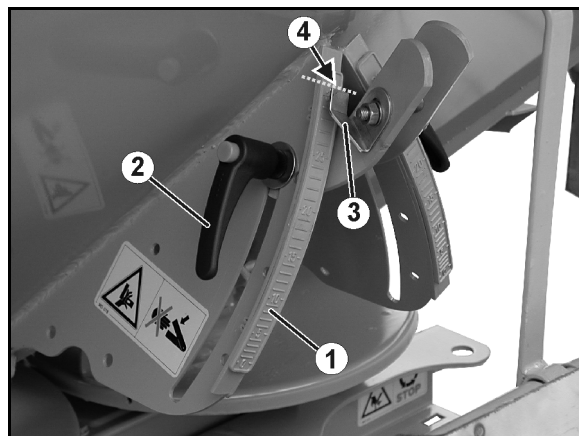

Fig. 61
2. Løsn klemgrebet (Fig. 61/2).
3. Find på skalaen (Fig. 61/1) den skalaværdi for spredeindstillingen, som fremgår af spredetabellen, eller er fundet via udsåningsanordningen.
4. Stil aflæsningskanten (Fig. 61/4) til viseren (Fig. 61/3) på skalaværdien.
5. Spænd klemgrebet (Fig. 61/2) godt.